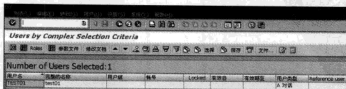

图 14-29 按权限对象查询结果
STEP 2 输入权限对象代码，然后单击“”按钮。这里以刚才创建的“ZTEST01”权限对象为例，运行后可以看到该权限对象仅分配给了 TEST01 这个用户，如图 14-29 所示。